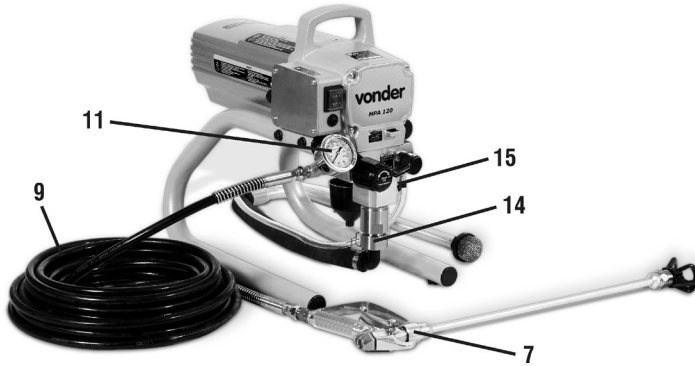

Figura 6 - Instalação
1. Instale o manômetro (11) na saída do fluido (figura 6);
2. Encaixe a mangueira de alta pressão (9) na saída do fluido junto ao manômetro;
3. Em seguida, instale a pistola de pulverização (7) com o bico selecionado na mangueira de alta pressão;